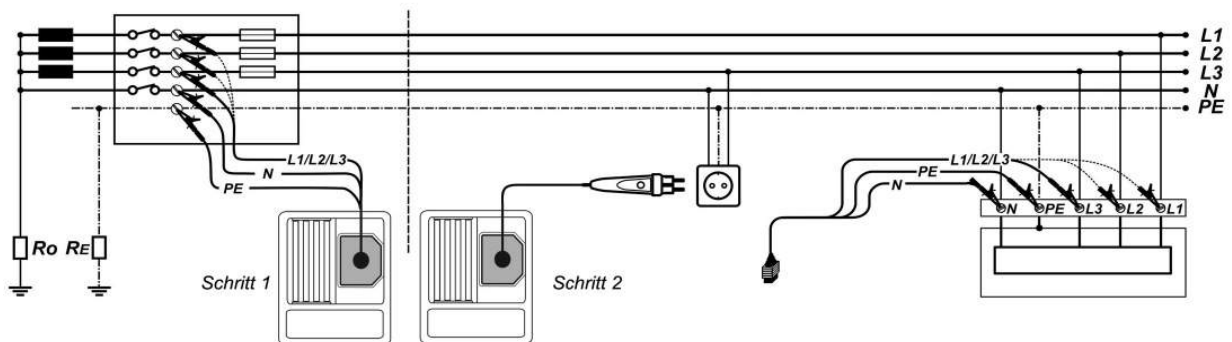

Abbildung 5.30: Anschluss des optionalen Commander-Prüfsteckers (044149) und der 3-Leiter-Prüfleitung
- Kontaktieren Sie die Prüfleitungen an das Prüfobjekt (siehe Abbildung 5.30).